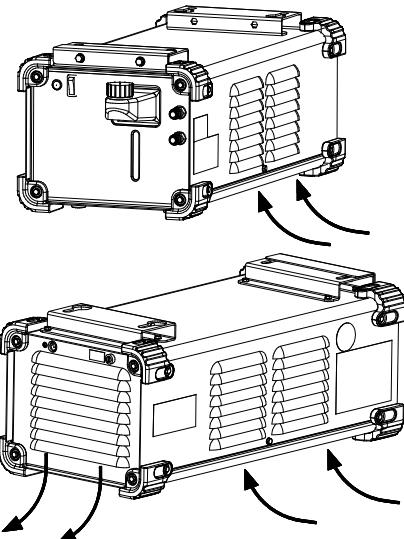

Рис. 3.
- 9.** **Вентиляционные отверстия:** Обеспечивают необходимую циркуляцию при воздушном охлаждении (Рисунок 3).